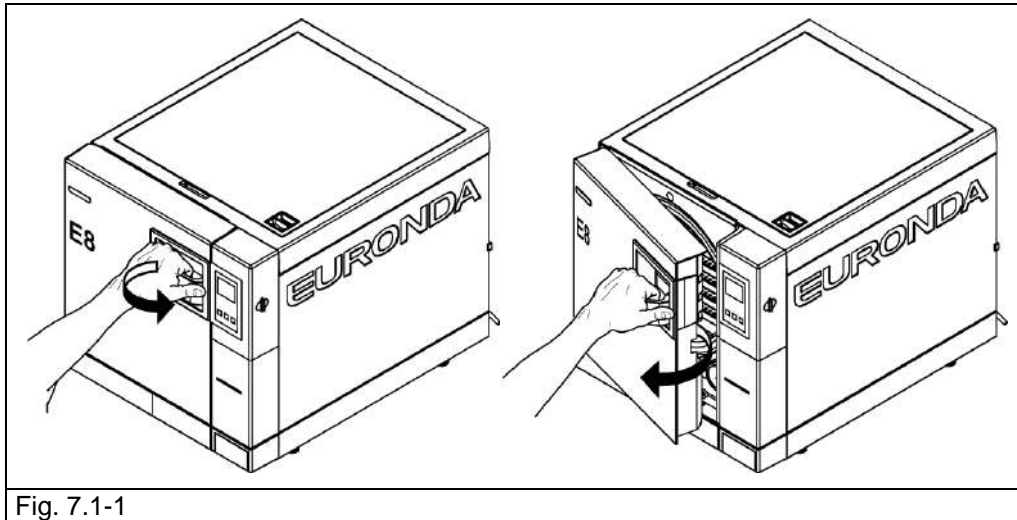

Fig. 7.1-1
1. Open the door (Fig. 7.1-1).